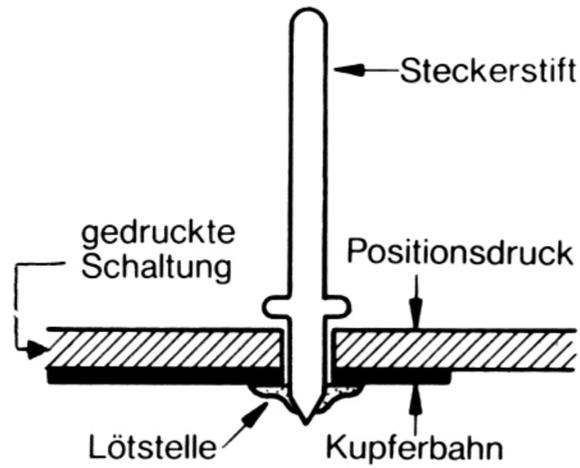

Abb. 5
1. Setzen Sie drei Steckerstifte auf der linken Hälfte der gedruckten Schaltung (Abb. 4) in alle Löcher, die mit I, II und  $\perp$  bezeichnet sind, ein. Drücken Sie die Steckerstifte mit ihrem kurzen Ende von der Positionierungsdruckseite her fest in die Bohrungen. Achten Sie beim Verlöten mit den Kupferbahnen darauf, daß die Steckerstifte senkrecht stehen, damit sich später die Stecker leicht aufsetzen lassen (Abb. 5).
2. Löten Sie auf der rechten Seite der gedruckten Schaltung (Abb. 4) weitere fünf Steckerstifte in die Bohrungen  $\perp$ , I, II, +, - (Abb. 5).